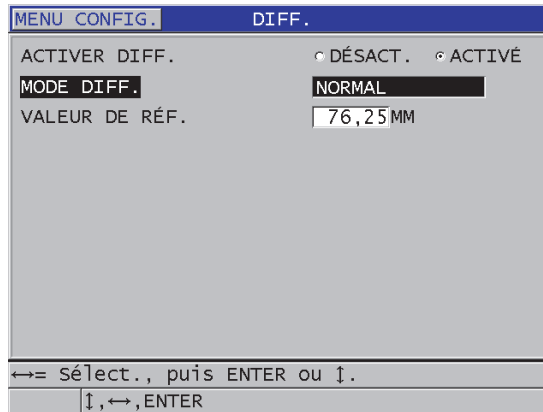

Figure 8-2 Écran DIFF.
3. Dans l'écran **DIFF**. (Figure 8-2 à la page 139), faites ce qui suit :